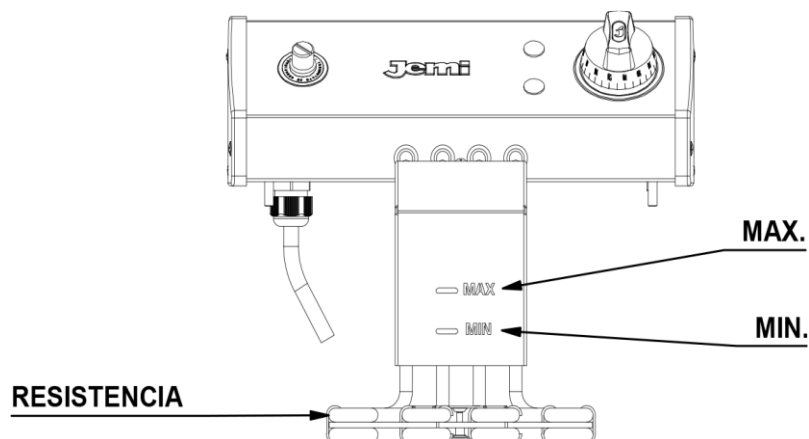

Fig. 2
- Llenar la cuba con aceite, hasta alcanzar la marca de nivel "MAX" existente en la chapa, ver Fig. 2.
- Vigilar que el nivel de aceite esté siempre a la altura del nivel indicado en la Fig.2 ya que, por debajo del nivel "MIN", existe el riesgo de inflamación del aceite al poder quedar los elementos de control de la temperatura fuera del contacto con el aceite.